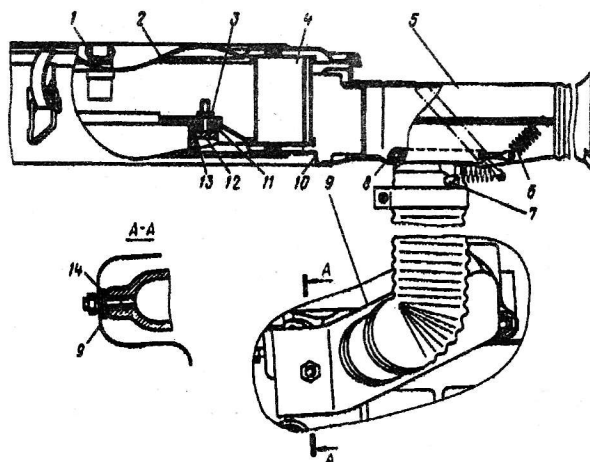

Рис. 31. Воздушный фильтр карбюратора:
**Воздушный фильтр** (рис. 31) — сухого типа\*, со сменным фильтрующим элементом 4 из пористого картона.